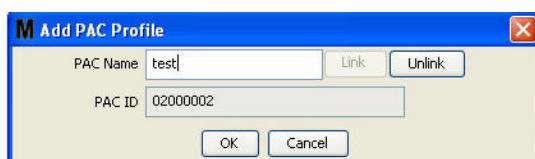

Рис. 115
5. Идентификатор регулятора пневматического насоса отобразится в поле «PAC ID» [ИД регулятора] (Рис. 115). Нажмите кнопку «OK» [OK], чтобы закрыть окно и сохранить изменения.
Обратите внимание, что кнопка «Link» [Связать] (Рис. 115) больше неактивна; зато, стала активной кнопка «Unlink» [Отменить связь]. Если нажать кнопку «Unlink» [Отменить связь], связь между регулятором пневматического насоса и ПК системы Matrix разорвется.